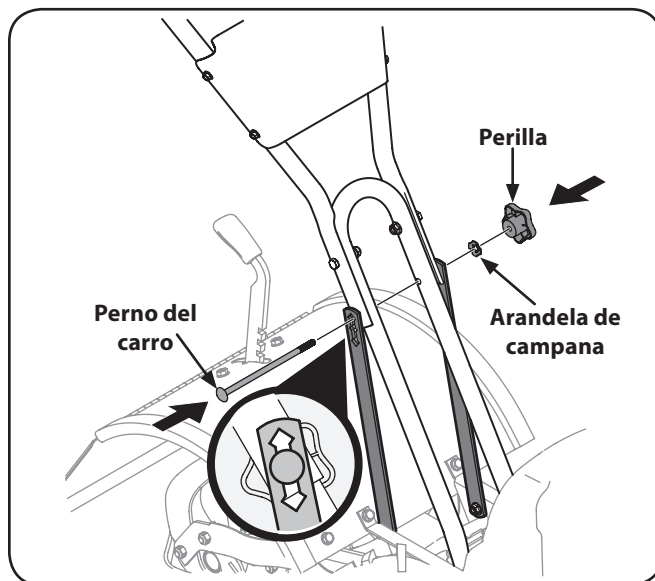

Figura 3-3
- Acople sin apretar las ménsulas de soporte a la parte exterior del conjunto del manillar utilizando el perno del carro, la arandela de campana y la perilla. Consulte la Figura 3-3.